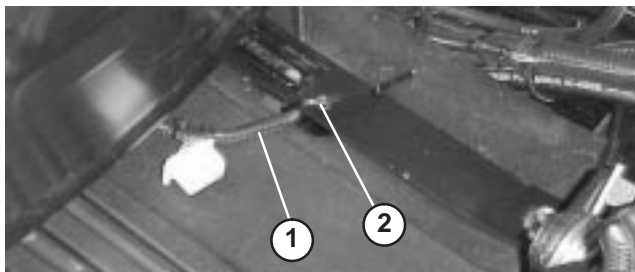

Figura 7
7. Só nos bancos Standard – empurre o banco todo para a frente, puxe o cabo para a direita de forma a que o conector a utilizar fique tal como se mostra na figura 7 e prenda o cabo do interruptor do banco ao orifício que está mais atrás na faixa do banco usando uma abraçadeira (a abraçadeira é fornecida com o kit do banco).